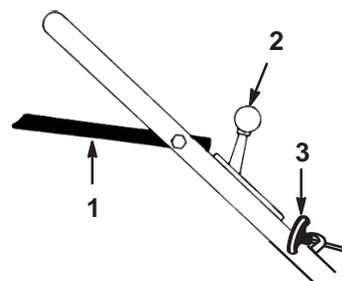

Figure 10
La barre de commande de la lame, la manette d'accélérateur et la poignée du lanceur se trouvent sur la partie supérieure du guidon, comme illustré à la Figure 10.
3. Réglez la manette d'accélérateur en position  (Starter) (Fig. 10).